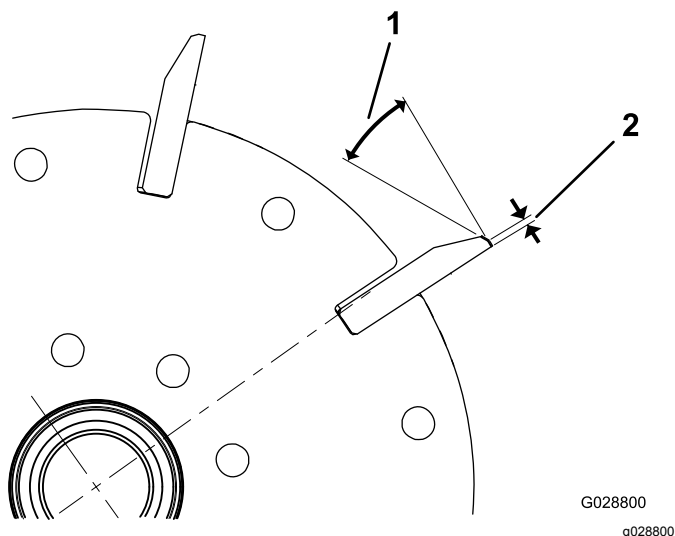

図 25
- 全部のリール刃に 30° の角度で 2 番削りを行って、ランド部の幅を 1.3 mm にしてください 図 25。